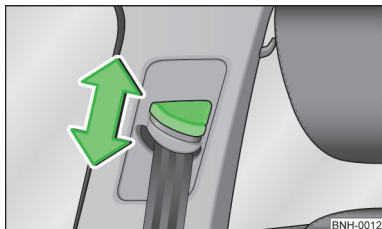

Fig. 81
- Presionar el herraje de inversión y desplazar en el sentido deseado, hacia arriba o hacia abajo » fig. 81.